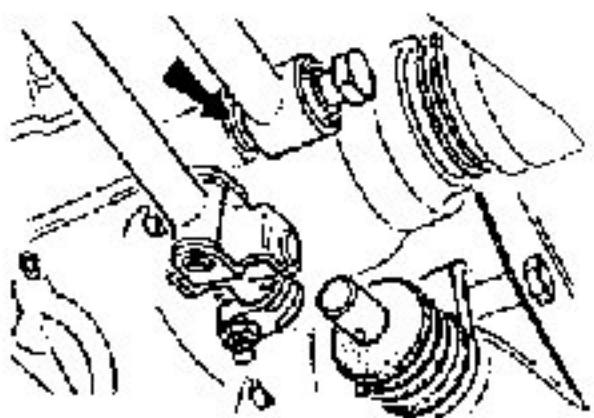

Fig. 18
10. Ligar o estabilizador à caixa de mudanças (fig. 18)